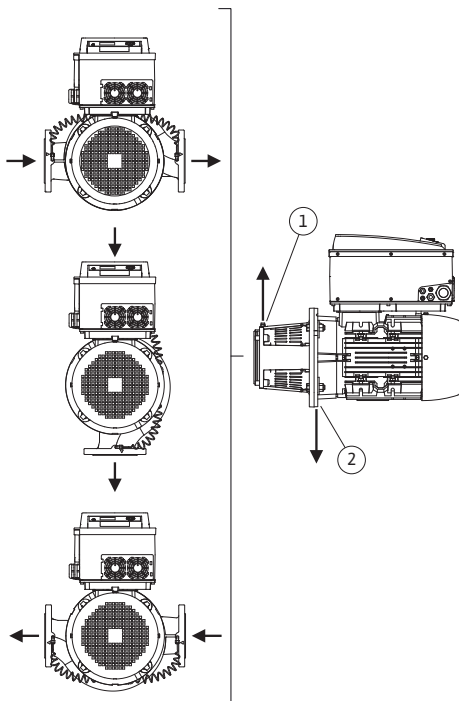

Fig. 14: Godkjente monteringsstillinger med horisontal motoraksel
De godkjente monteringsstillingene med horisontal motoraksel og elektronikkmodulen oppover (0°) er fremstilt i Fig. 14.
Lufting av pumpen fungerer optimalt når lufterventilen vender opp (Fig. 14, pos. 1).
Før kondensat ut gjennom eksisterende borer, pumpeanternen og motoren (Fig. 14, pos. 2).